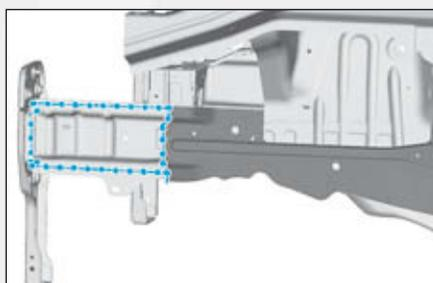

FIG.40
- les zones d'accostages sur la caisse (Fig.40).